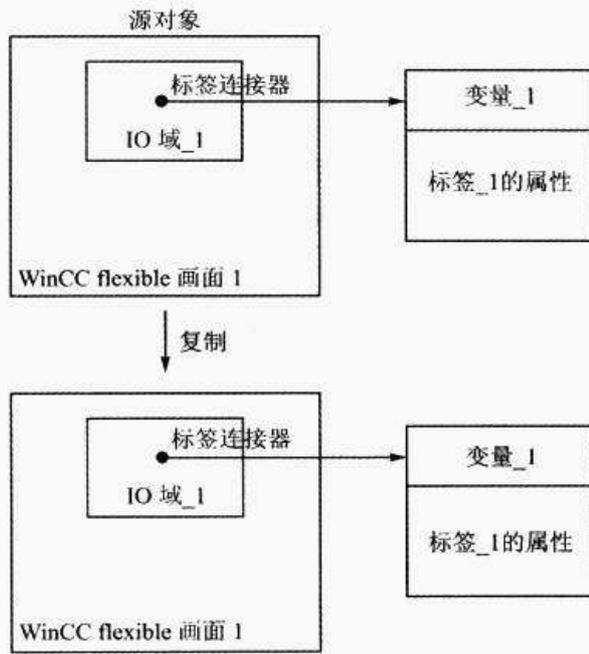

图 4-8 复制
② 复制：“引用内容”以及具有父子关系的对象也将被复制。复制结果如图 4-8 所示。